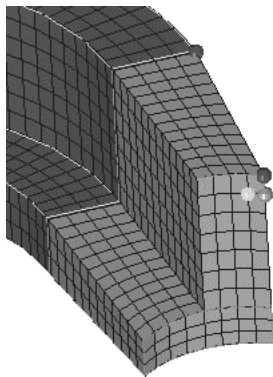

图 5-37 创建直臂六面体网格
- (6) 在 density=栏中输入 12。此栏表示在两组壳单元之间生成的网格数。
- (7) 单击 solids 按钮完成网格划分，如图 5-37 所示。